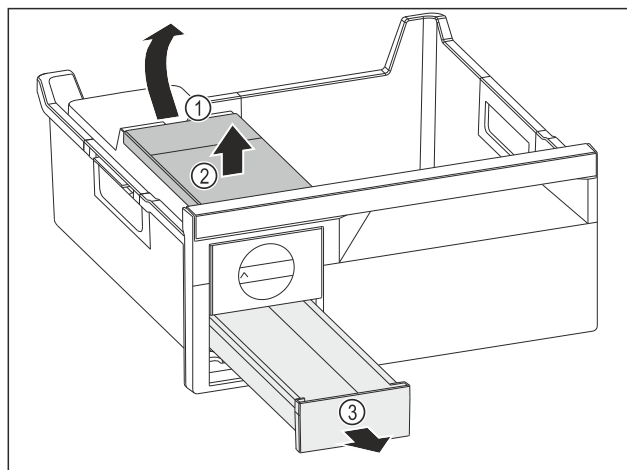

Fig. 143
- ▶ Vyjmutí nádržky na vodu: Zvedněte nádržku na vodu za vybrání Fig. 143 (1).
- ▶ Nádržku na vodu Fig. 143 (2) vyjměte nahoru.
- ▶ Zásuvku na kostky ledu Fig. 143 (3) vyjměte dopředu.